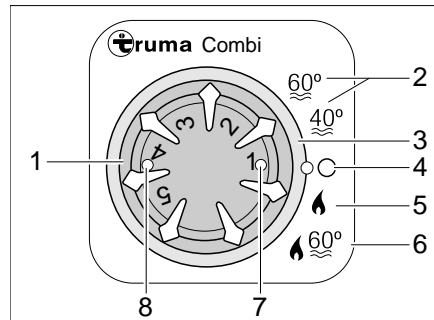

Bild 166 Bedieneinheit für Heizung/Boiler
- Betriebsart mit dem Drehschalter (Bild 166,3) einstellen.
Die Heizung wählt nach eingestellter Heizstufe selbstständig die benötigte Brennerstufe. Bei Betriebsart "Heizung und Boiler" (Bild 166,6) wird auch das Wasser im Boiler erhitzt. Die Heizung kann in der Betriebsart "Heizung ohne Boiler" (Bild 166,5) mit leerem Boiler betrieben werden.
- Temperaturdrehknopf (Bild 166,1) an der Bedieneinheit auf gewünschte Heizstufe stellen.
- Drehschalter (Bild 166,3) auf Winterbetrieb "Heizung ohne Boiler" (Bild 166,5) oder auf Winterbetrieb "Heizung und Boiler" (Bild 166,6) stellen.
Grüne Kontroll-Leuchte (Bild 166,7) leuchtet.
- Drehschalter (Bild 166,3) auf "O" (Bild 166,4) stellen.
Die Kombination Gasbetrieb und 230-V-Elektrobetrieb verkürzt die Aufheizzeit (nur möglich, wenn die Heizung an der Bedieneinheit (Bild 166) auf Winterbetrieb gestellt ist).